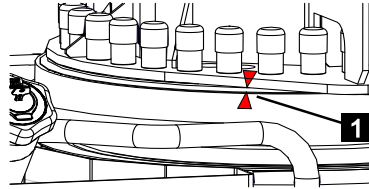

Fig. 173
6. Pivoter la plateforme vers la position de transport jusqu'à ce que les deux flèches (Fig.173/1) de l'indicateur de rotation coïncident.